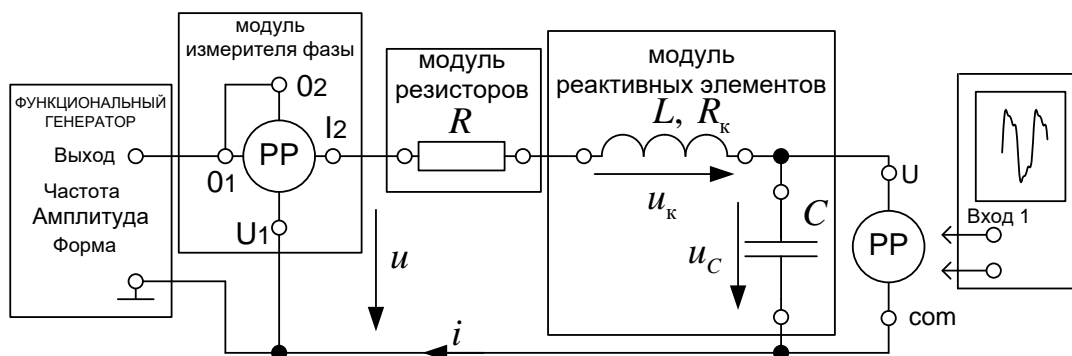

Рис. 1П
1. Записать аналитическое выражение для несинусоидального напряжения (меандра) $u(t)$ при его разложении в ряд Фурье при условии, что кривая $u(t)$ на рис. 1 сдвинута относительно начала координат на: